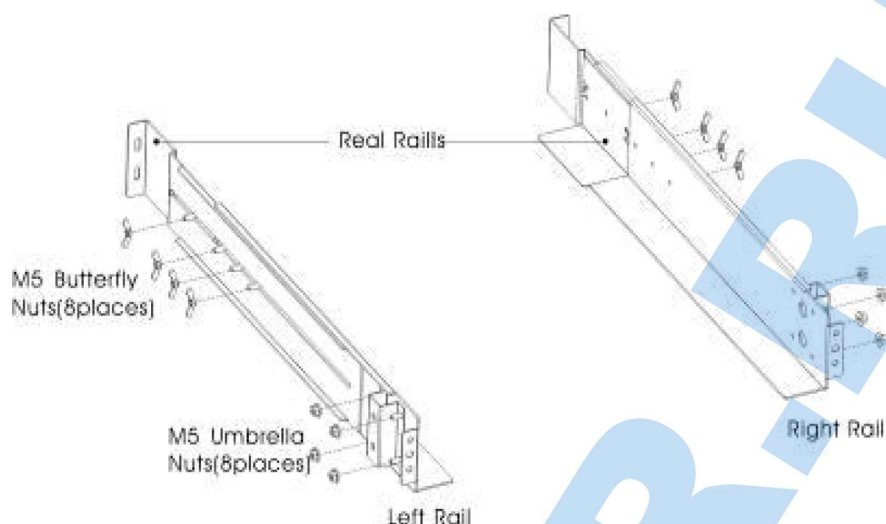

Рис. 3-1. Установка направляющих в шкаф.
3. Затяните четыре барашковые гайки М5 сбоку от направляющих (см. рис. 3-1).